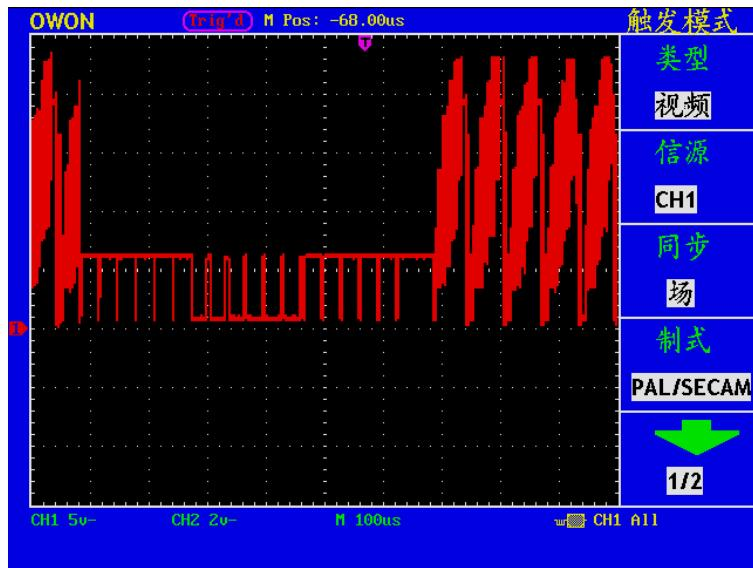

图 34 视频场触发波形
- 4、按 F3 菜单选择按键，选择同步为 场。屏幕显示见图34。